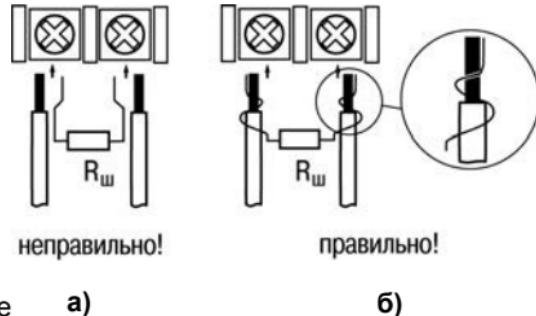

Рисунок 6.1
- 2 Подключение преобразователей с выходом в виде тока (0...5,0 мА, 0...20,0 мА или 4,0...20,0 мА) – только после установки шунтирующего резистора сопротивлением 50,0 Ом (допуск не более 0,1 %), подключение которого необходимо производить в соответствии с рис. 6.1,б, т.е. вывод резистора должен заводиться с той же стороны винтовой клеммы, что и провод от датчика. При использовании провода сечением более 0,35 мм конец провода и вывод резистора необходимо скручивать или спаять.